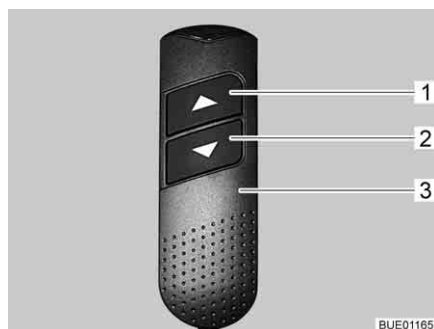

Fig. 44 Elemento di regolazione
- Sull'elemento di regolazione (Fig. 44,3) premere contemporaneamente i due tasti freccia (Fig. 44,1 e 2) e tenerli premuti fino a quando il letto basculante non si è spostato completamente verso il basso. Una volta rilasciati i tasti viene emesso un segnale acustico di conferma.
- Sull'elemento di regolazione (Fig. 44,3) premere il tasto freccia inferiore (Fig. 44,2) e tenerlo premuto fino a quando il letto basculante non ha raggiunto la posizione finale in basso.
- Sull'elemento di regolazione (Fig. 44,3) premere il tasto freccia superiore (Fig. 44,1) e tenerlo premuto fino a quando il letto basculante non ha raggiunto la posizione finale in alto.
- Portare leggermente il letto basculante con i tasti freccia (Fig. 44,1 o 2) nella direzione opposta.